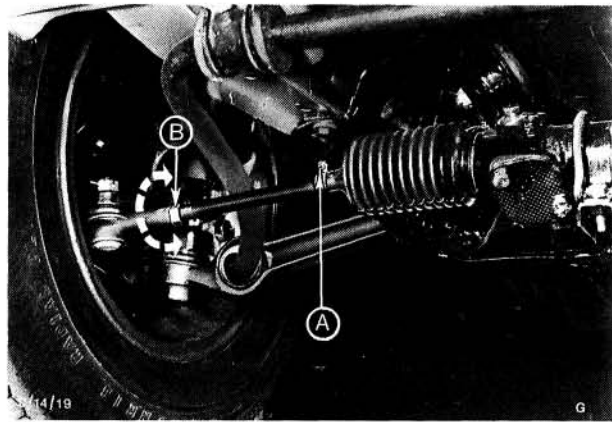

Afb. 2. Veerpoot-voorophanging.
- i) Controleer de voorschokbrekers op olielekage, B afb. 2.